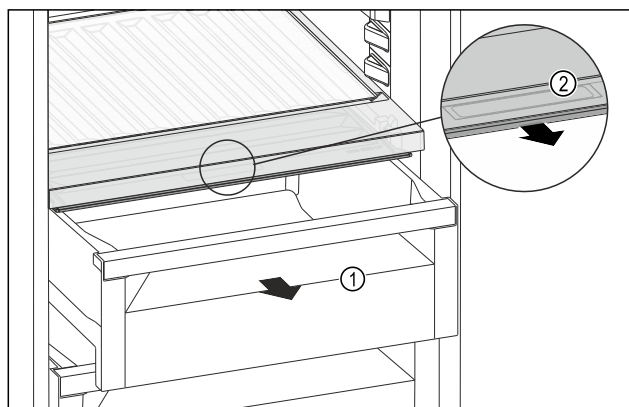

Fig. 108
- ▶ Izvucite ladicu Fig. 108 (1).
- ▶ Primite ručku Fig. 108 (2) na poklopcu pretinca i istodobno povucite poklopac pretinca prema naprijed.